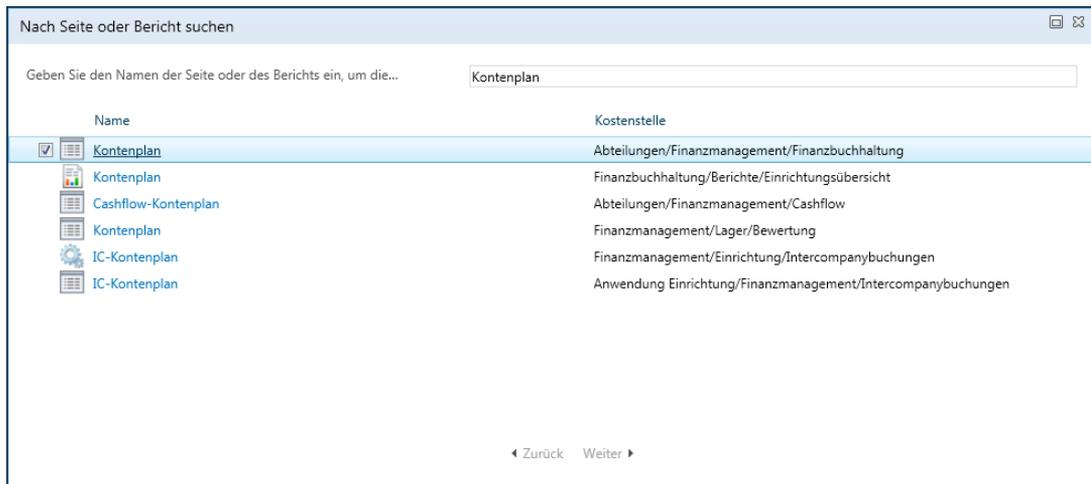

Abbildung 2.25 Suchfenster im Webclient
5. Geben Sie im Eingabefeld den Begriff »Kontenplan« ein, um nach allen Seiten und Berichten zu suchen, die den Begriff »Kontenplan« beinhalten (siehe Abbildung 2.25)